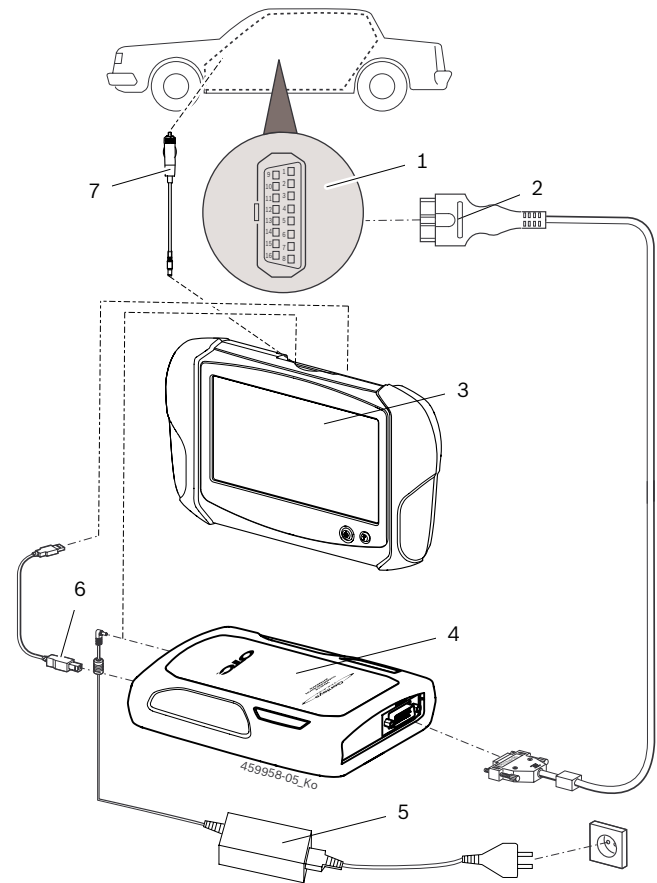

Abb. 6: Tilslutningsskema for D650
Tilslutning til diagnoseinterfacet i køretøjet sker via OBD-diagnoseledning (fig. 6, pos. 2).